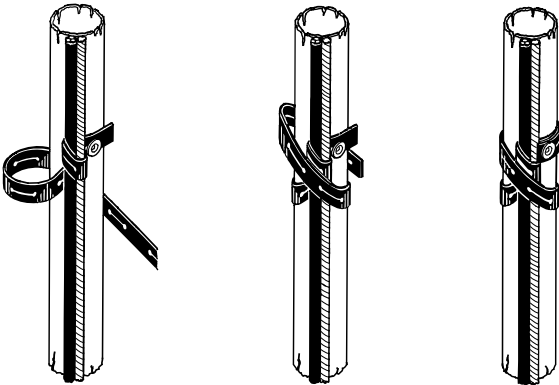

Рис. 15 Крепление кабеля
- 3. Расположите трос вдоль погружного кабеля, как показано на рис. Рис. 15.